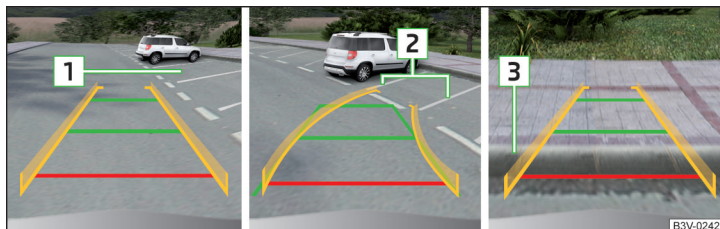

Fig. 280 Affichage à l'écran
- Avancez lentement vers la place de stationnement choisie **1** » fig. 280 et arrêtez le véhicule.